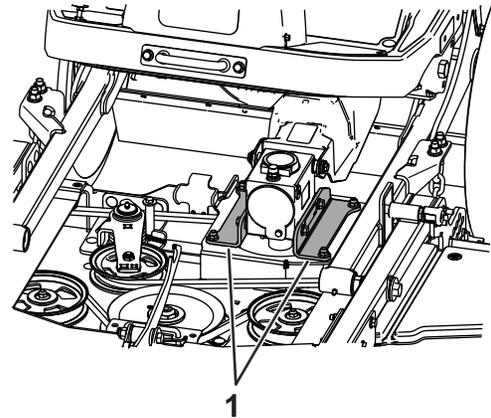

Figura 2
4. Remova os suportes existentes da caixa de velocidades (Figura 2).